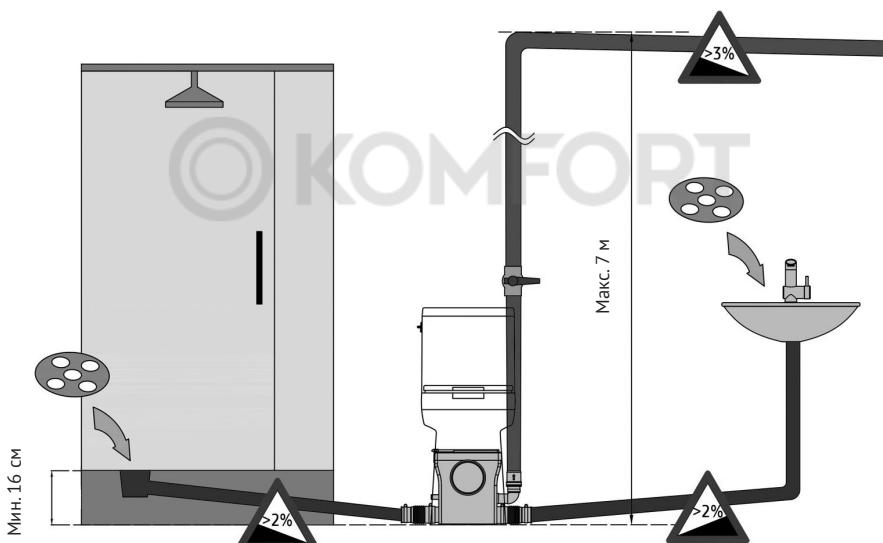

Рисунок 5 – подключение сантехнических приборов и напорного трубопровода к КНС
Диаметр канализационных труб, использующихся для отвода стоков от сантехнических приборов, должен быть не менее диаметра боковых входов (40 мм). Горизонтальные участки труб в сторону насосной станции должны иметь уклон не менее 2 %. При присоединении к станции душевой кабины, расстояние от сливного отверстия поддона кабинки до поверхности, на которой установлена станция, должно быть не менее 16 см (см. рисунок 5).
Рекомендуется выполнять соединения на трубопроводе неразъемными, чтобы повысить надежность системы. Важно также предусмотреть шаровой запорный кран на напорном трубопроводе, чтобы упростить процесс обслуживания и демонтажа КНС (см. рисунок 5).
- горизонтальные участки должны иметь уклон не менее 2 %, т.е. на каждый метр по горизонтали трубы поднимается на 2 см по вертикали (см. рисунок 5);